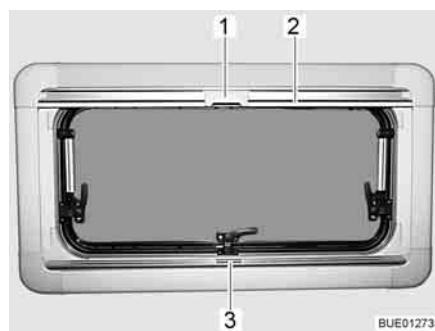
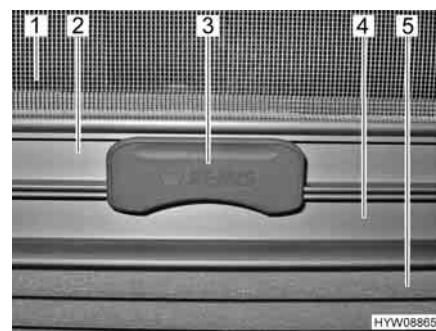

Fig. 41 Finestra apribile
Fig. 42 Aggancio
La tendina oscurante pieghevole (Fig. 42,5) è montata nella cassetta inferiore.
- Afferrare la tendina oscurante pieghevole per la parte centrale della barra di presa (Fig. 41,3 e Fig. 42,4), tirarla dal basso verso l'alto e rilasciarla nella posizione desiderata. La tendina oscurante pieghevole rimane in questa posizione.
**Zanzariera a rullo** La zanzariera a rullo (Fig. 42,1) è montata nella cassetta superiore.
- Tirare la zanzariera a rullo accompagnandola con la barra di presa (Fig. 41,2 e Fig. 42,2) verso il basso, fino a quando la barra di presa non arriva a contatto con la tendina oscurante pieghevole (Fig. 42,4).
- Bloccare l'aggancio (Fig. 41,1 e Fig. 42,3) della zanzariera a rullo nella barra di presa della tendina oscurante pieghevole. Se l'aggancio risulta bloccato, la tendina oscurante pieghevole e la zanzariera a rullo possono essere spostate insieme.
- Premere in alto l'aggancio (Fig. 42,3) sulla zanzariera a rullo.
- Ricondurre lentamente la zanzariera a rullo accompagnandola con la barra di presa (Fig. 41,2).